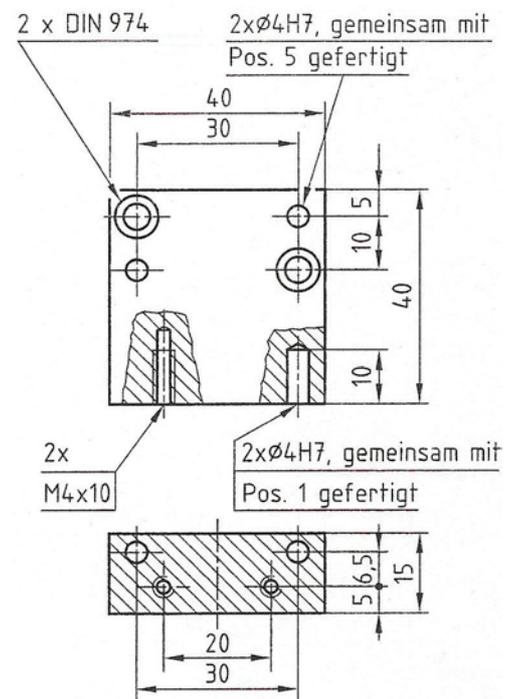

Abb.5: Träger (Pos.4)
25) In Abb.5 ist der Träger verkleinert und bemaßt dargestellt.